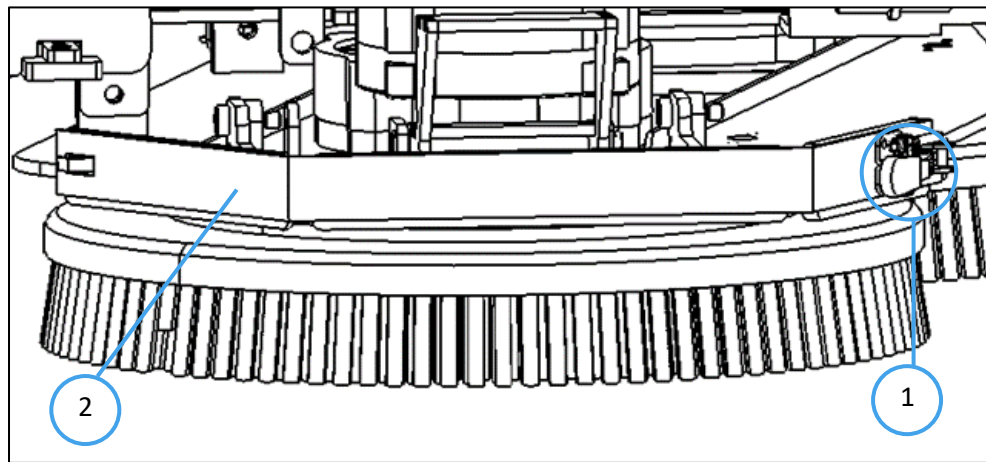

Fig. 1
1. Installeer het rubberen blad door de vergrendeling te openen (Fig. 1 markeren).
2. Haak het metalen mes los (Fig. 1 - 2).